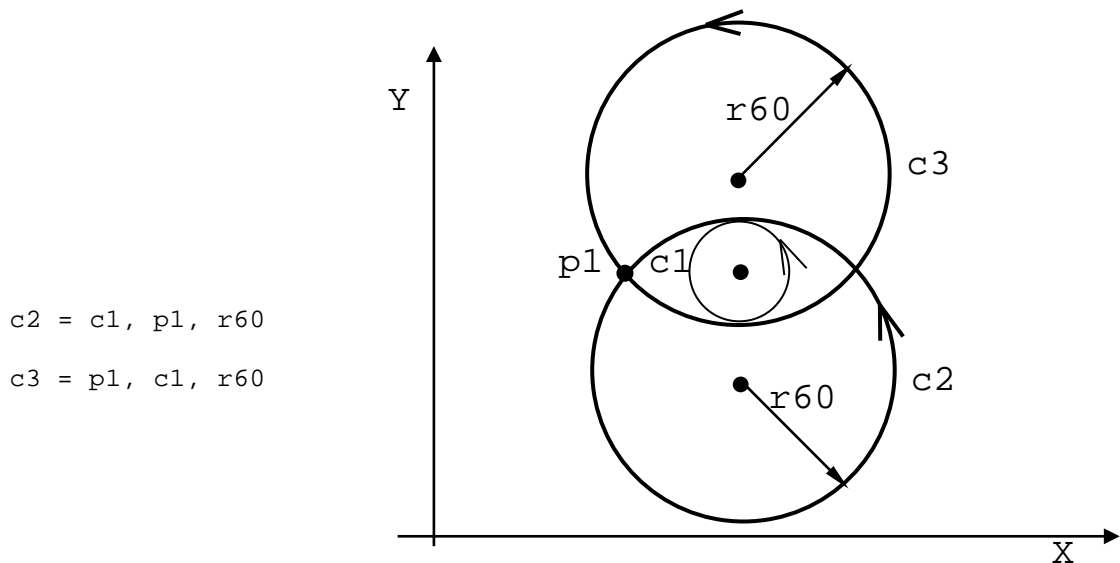

Рисунок 2.91
- окружность с данным радиусом, проходящая через одну предопределённую точку, и касательная к предопределённой окружности (рисунок 2.91):